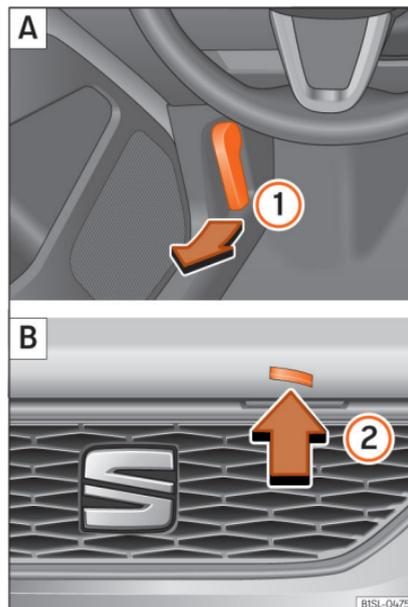

Abb. 161 **A**: Entriegelungshebel im Fußraum auf der Fahrerseite. **B**: Entriegelungshebel an der Motorraumklappe. »
- Öffnen Sie die Tür und ziehen Sie an dem Hebel unterhalb der Instrumententafel »» **Abb. 161** ①.
- Motorraumklappe etwas anheben und gleichzeitig den Entriegelungshebel »» **Abb. 161** ② in Pfeilrichtung drücken, um die Motorraumklappe vollständig zu öffnen.